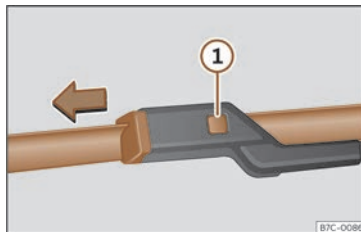

Fig. 38 Canvi de les escombretes de l'eixugapara-brises.
- Premeu la tecla de desbloqueig»» **fig. 38** ❶ mentre tibeu lleugerament l'escombreteta en el sentit de la fletxa.